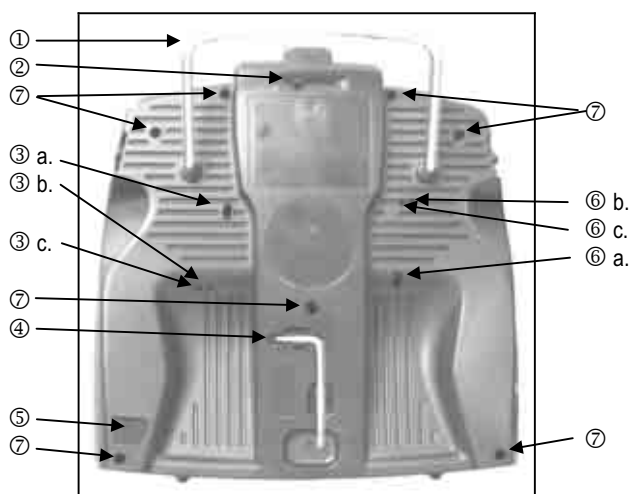

Fig. 9.3: Parte inferiore radio
In questo caso non è necessario aprire la radio. Le viti sono facilmente raggiungibili attraverso i rispettivi fori sul coperchio posteriore. Per le posizioni delle viti, vedi Fig. 9.3.
Le viti per la regolazione della coppia di ritorno non sono accessibili dalla parte esterna della radio. Per questa regolazione, la radio deve essere aperta (7 viti, ⑦ in Fig. 9.3.).
**Per sostituire il pacco batteria Tx, la radio deve essere aperta (7 viti, Ⓣ in Fig. 9.3.).**